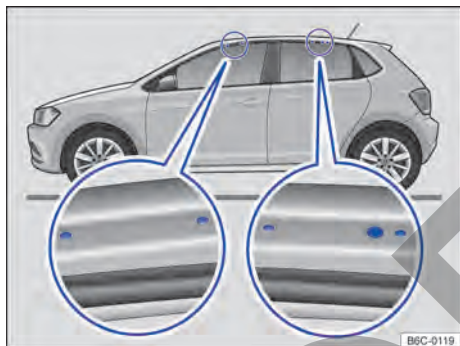

Fig. 171 Puntos de fijación de los soportes básicos del portaequipaje de techo (ambos lados)
Los orificios o marcas de los puntos de fijación de los soportes básicos son visibles con las puertas (delanteras y traseras) del vehículo abiertas y se encuentran a los lados en las vigas del techo → fig. 171 (lupa). Los orificios o marcas para fijación detrás se encuentran en la parte inferior de las vigas del techo → fig. 171 (lupa derecha).
- Fije los soportes de base solo en las marcas indicadas en la figura → fig. 171.